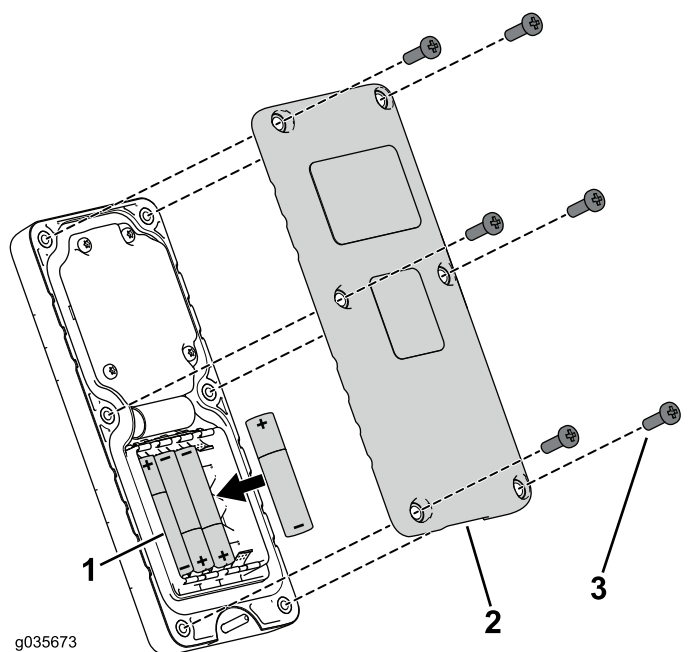

Figura 27
2. Instale as pilhas no encaixe terminal observando a devida polaridade (Figura 27).
3. Coloque a tampa e prenda-a com os seis parafusos previamente removidos (Figura 27) e aperte-os com uma força de 1,5 a 1,7 N m.